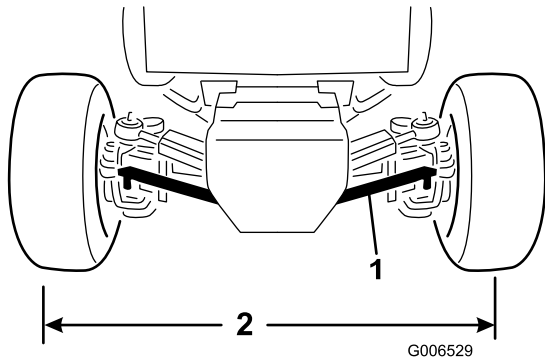

Figure 65
1. Enlevez la goupille fendue et l'écrou crénelé qui fixent une des rotules de biellette au support de montage sur le pont et détachez la rotule du pont (Figure 65).
3. Tournez la rotule de biellette dans un sens ou dans l'autre jusqu'à ce que l'entraxe soit égal à l'avant et à l'arrière des roues arrière (Figure 65).